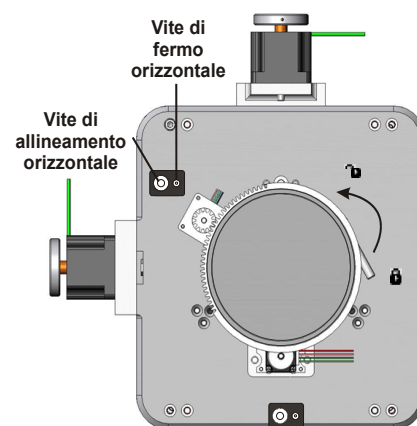
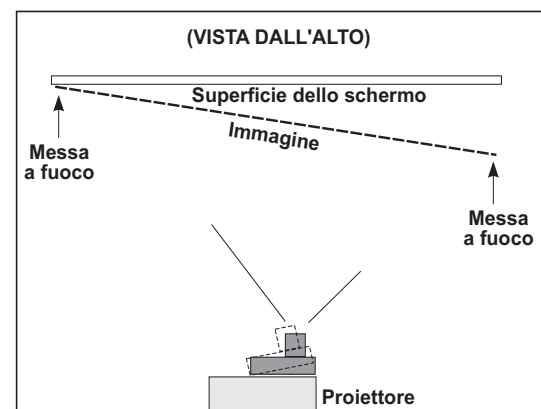

Figura 2-24 Puntamento orizzontale
Figura 2-26 Esempio di puntamento non allineato correttamente visto dall'alto
1. La vite di fermo orizzontale ha la funzione di supporto per mantenere la montatura dell'obiettivo in posizione, una volta applicata. Prima di regolare il puntamento, allentare la **vite di fermo orizzontale**. Vedere **Figura 2-24**.
- a. Se il lato destro dell'immagine viene messo a fuoco prima che l'obiettivo venga ritratto completamente, l'immagine viene messa a fuoco davanti allo schermo. Vedere **Figura 2-26**. Per risolvere questo problema, regolare la vite del **puntamento orizzontale** (**Figura 2-24**) per dirigere o mirare la montatura dell'obiettivo verso SINISTRA, per regolare i lati destro e sinistro.
7. Regolare la **vite di fermo orizzontale** in modo da bloccare le impostazioni. Controllare nuovamente il puntamento. Vedere **Figura 2-24**.